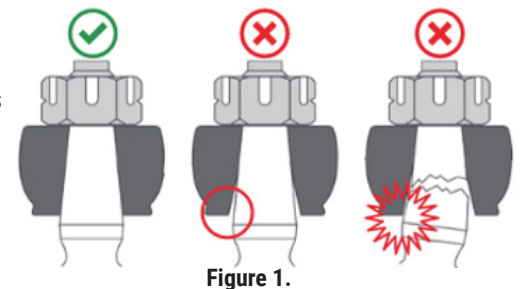

Figure 1.
- Si on découvre un goujon de joint à rotule cassé, plié ou desserré, on doit remplacer le porte-fusée de direction. En cas de déformation, de faux rond ou d'endommagement des surfaces de contact coniques du porte-fusée de direction, celui-ci doit être remplacé. **Voir la figure 1.**